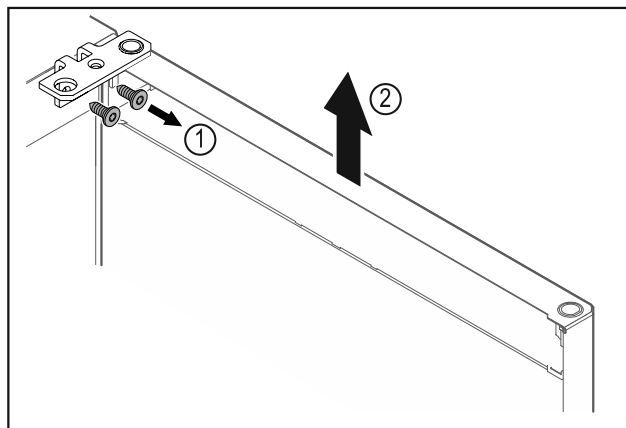

Fig. 13
- Scharnierhoek Fig. 13 (1) losschroeven.
- Deur inclusief scharnierhoek Fig. 13 (2) circa 200 mm recht omhoog tillen en verwijderen.